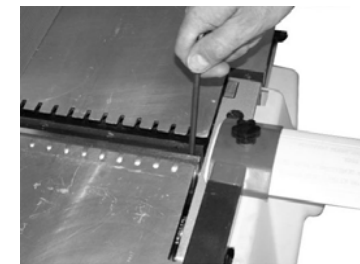

Рис. 12
13.2. Ослабьте винты крепления прижимной пластины вращением их по часовой стрелке ключом. Аккуратно извлеките прижимную пластину вместе с ножом из гнезда строгального вала. Очистите прижимные пластины, гнезда прижимных пластин и строгальные ножи от опилок и пыли. Осмотрите строгальные ножи, прижимные пластины и винты. При наличии повреждений детали следует заменить. Ножи и прижимные пластины аккуратно установите в пазы строгального вала, вращая винты крепления прижимной пластины против часовой стрелки, Рис.12, 13.
13.3. Отрегулируйте положение режущей кромки строгальных ножей относительно плоскости приемного стола. Установите строгальный нож режущей кромкой в плоскости приемного стола, но не выше 0.1 мм. Положение надёжно закрепите винтами прижимной пластины, начиная от середины строгального ножа, Рис.12, 13.